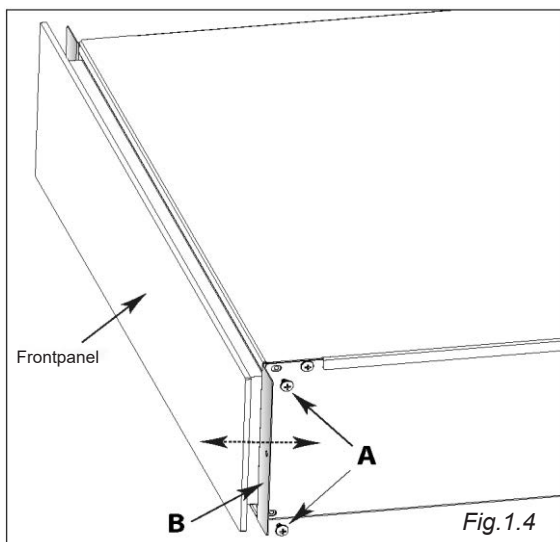

Fig.1.4
- For at justere dybden af varmeskuffen skal du løsne skruerne "A" (fig. 1.4) og justere beslagene "B" (fig. 1.4), indtil frontpanelet er på linje med det andet apparat.
- Spænd skruerne "A" (fig. 1.4) igen, indtil de er fastspændt.